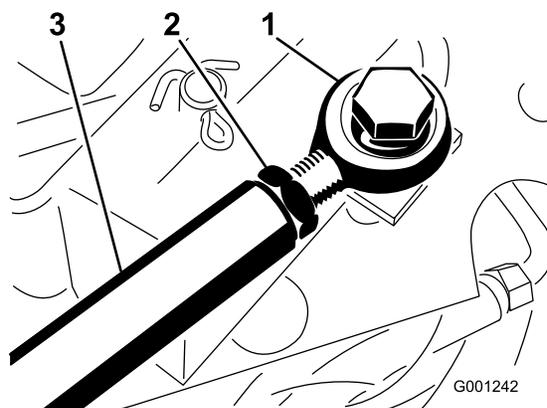

図 80
さらに調整が必要な場合は、走行ロッド (図 80) の調整を以下の要領で行う
2. ロッドの端部を走行ロッドに固定しているジャムナットをゆるめる 図 80。
4. ジャムナット 図 80 を締め、ボルトとナットでロッド端を走行ペダルに固定してペダルの角度を固定する。